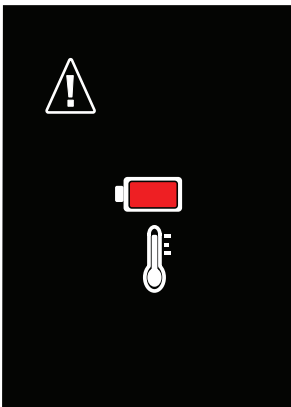

Abb. 22: Akku-Temperaturwarnung
- ! Ziehen Sie das Ladekabel sofort ab, wenn die Warnanzeige für die Akkutemperatur auf dem Bildschirm erscheint (siehe Abb. 22).
- ! Wird das Ladekabel nicht abgezogen, um den Ladevorgang zu beenden, wenn die Akku-Temperaturwarnung erscheint (siehe Abb. 22), kann dies zu Feuer, Explosion und schweren Schäden oder Verletzungen führen.
- ! Wenn die Akku-Temperaturwarnung (siehe Abb. 22) erscheint, muss das IR LD 1.0 so lange ausgeschaltet bleiben, bis sowohl das Gerät als auch das Ladegerät wieder auf Umgebungstemperatur abgekühlt sind. Warten Sie mindestens drei (3) Stunden, bevor Sie versuchen, das Ladegerät wieder anzuschließen.
- Ziehen Sie das Ladekabel sofort ab, wenn die Warnanzeige für die Akkutemperatur erscheint (siehe Abb. 22)
- Warten Sie mindestens drei (3) Stunden, bevor Sie versuchen, das Ladegerät wieder anzuschließen.